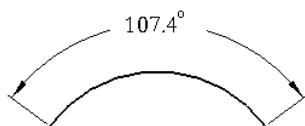

图 5.2.55 角度显示
➤ 标注图 5.2.55 所示的圆弧的角度，可以按照如下的方法操作。
Step4. 此时系统弹出图 5.2.58 所示的 **ARC DIM TYPE (弧尺寸类型)** 菜单，在其中选择 **Angular (角度)** 命令，此时在视图中显示角度，如图 5.2.55 所示。